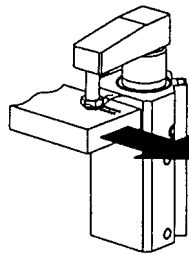

図7
- ⑤クランプ中にワークが外力等により動く様な使用はしないでください。(図7)
- ⑥その他、シリンダのピストンロッドに回転力の掛る様な使用はしないでください。